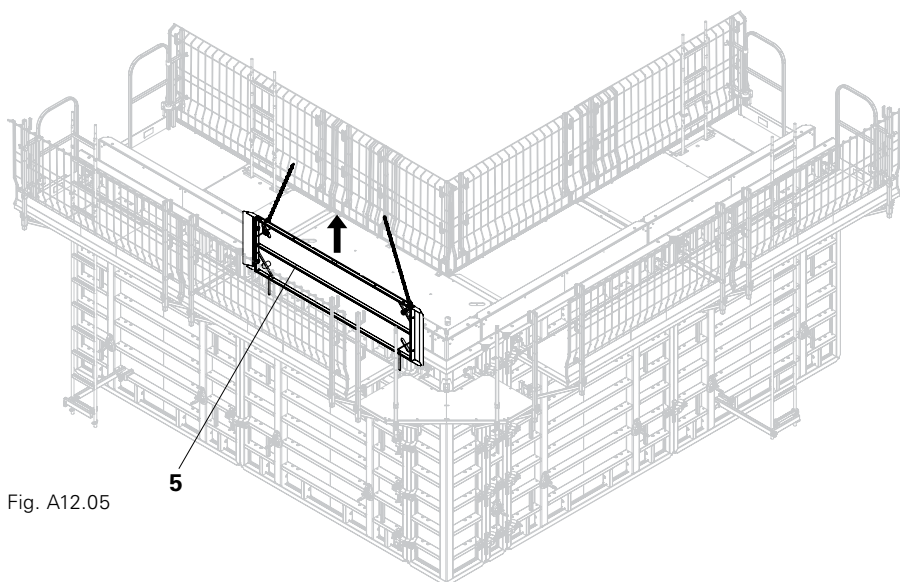

Fig. A12.05
9. Fixer le platelage de liaison MXK (5), avec l'élingue à deux brins, aux points de fixation de charges du platelage de liaison MXK et l'enlever avec précaution du système de console MXK. (Fig. A12.05 + A12.05a)